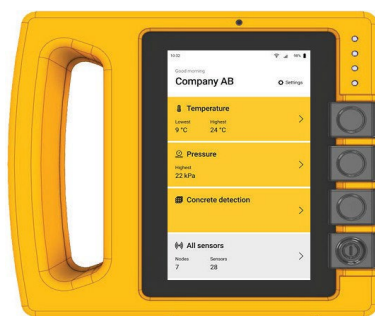

Fig. 13
11. Accendere l'hub ISC. (Fig. 13)